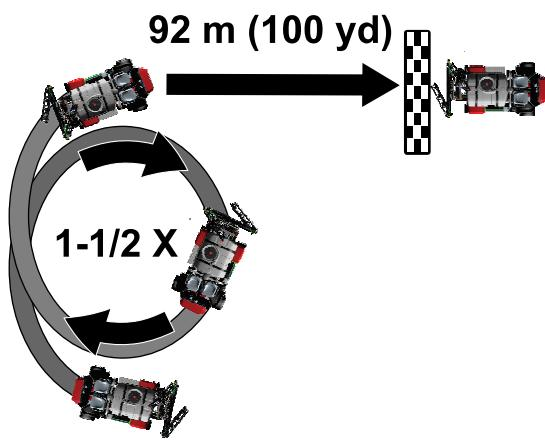

图 74
3. 驾驶机器 1-1/2 圈图 74。
5. 直行 92m。请参阅图 图 74。